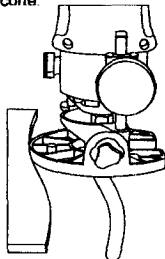

Fig. 20
1. Haga una plantilla de cartón grueso o de un material parecido con la forma que requiera (ver la fig. 20).